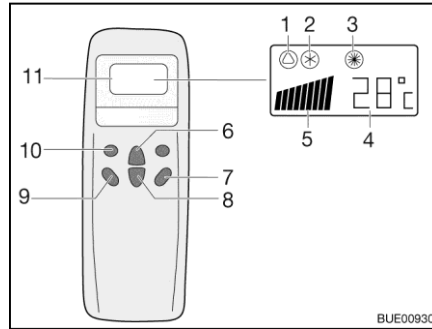
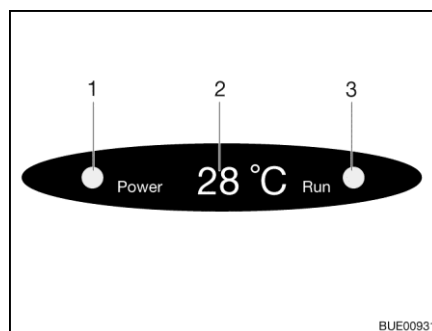

Fig. 225 Télécommande
Fig. 226 Affichage sur le diffuseur
- Appuyer sur la touche "ON/OFF" (Fig. 225,7).
- Appuyer sur la touche "Mode" (Fig. 225,10) autant de fois que nécessaire pour que le mode de fonctionnement souhaité (Fig. 225,1, 2 ou 3) s'affiche à l'écran. Le voyant de contrôle correspondant s'allume sur l'écran du diffuseur (Fig. 226,3).
- Régler la température souhaitée avec les touches d'augmentation de la température (Fig. 225,6) ou de diminution de la température (Fig. 225,8).
- Sélectionner le niveau de ventilation souhaité à l'aide de la touche de vitesse du ventilateur (Fig. 225,9).